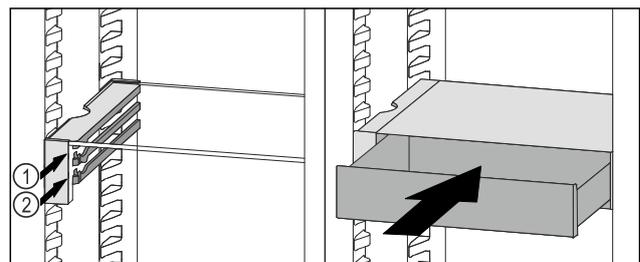

Fig. 91
- ▶ VarioSafe-Schubfach hinter den Stopperrn auf gewünschter Rippe *Fig. 91 (1)* oder *Fig. 91 (2)* aufsetzen.